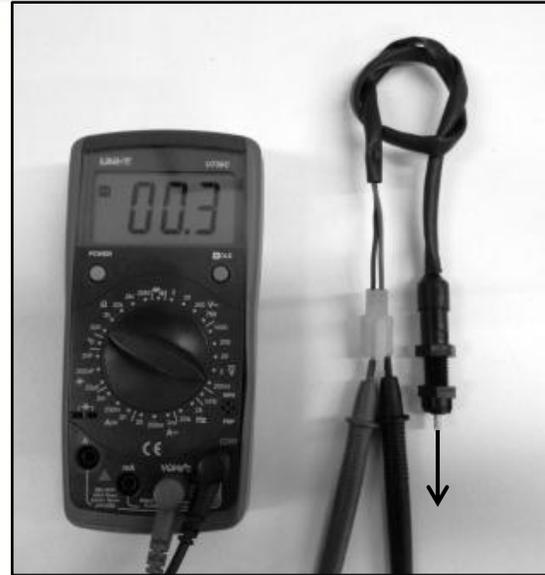

Fig.7.48
- Terminal (+) del multímetro Cable (B).
- Verifique que haya continuidad al accionar el Interruptor de stop. Fig.7.48.